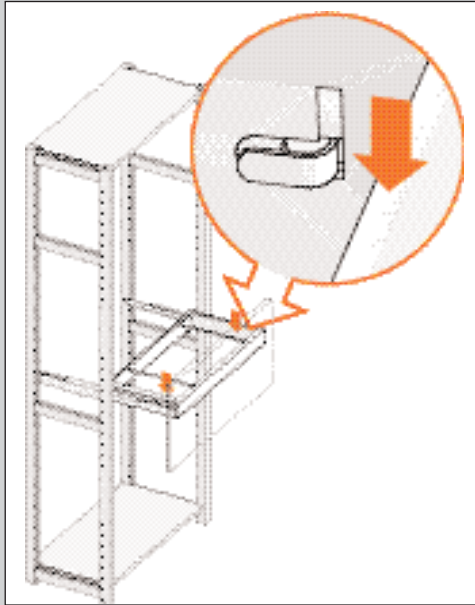

ABBILDUNG 30
8. Senken Sie die Hängeregistratur über die vorderen Laschen der Führungen ab (siehe Abb. 30).